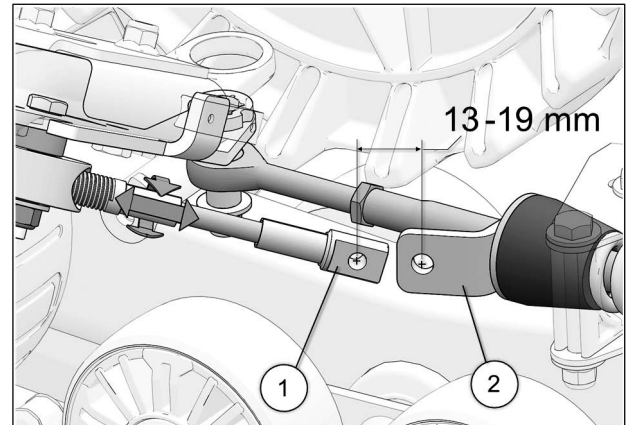

Fig. 31
20. Tourner le volant du véhicule au maximum de la course du côté gauche. En maintenant une pression au volant, ajuster le câble (en vissant ou dévissant pour ajuster la longueur). Voir la Fig. 31
21. Obtenir une distance de 13-19 mm du centre de l'extrémité du câble (1) au centre de l'extrémité du support de fixation (2). Voir la Fig. 31